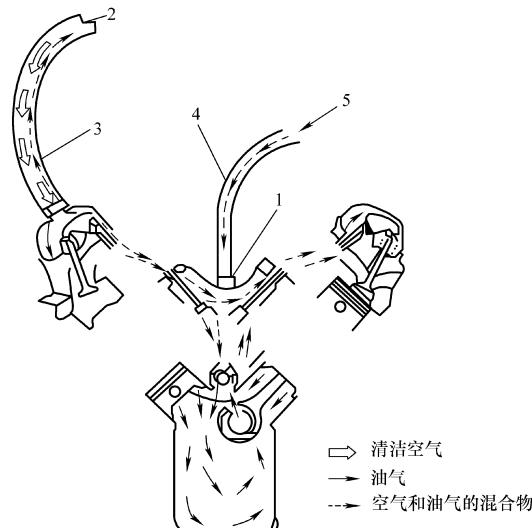

图 1-10 PCV 结构与工作原理
(1) PCV 定义 PCV 是英文 Positive Crankcase Ventilation 的缩写,中文的意思是曲轴箱强制通风控制系统。它的功用是将曲轴箱内的窜气导入发动机燃烧室燃烧,以免活塞和气缸壁之间的窜气逸入大气中,造成环境污染。
(2) PCV 结构与工作原理 PCV 装置主要由通气软管、PCV 阀组成,如图 1-10 所示。